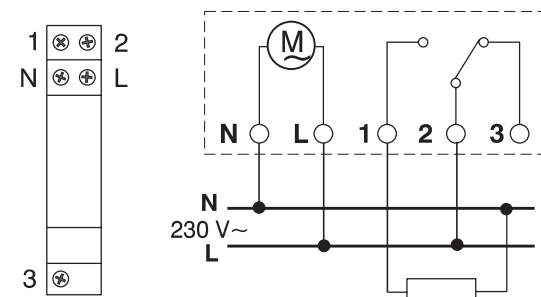

Abb. 2
- Spannungsversorgung 230V~ an die Klemmen N und L anschließen (Abb. 2)
- Zu steuernde Vorrichtung an die Klemmen 1 - 2 - 3 (Abb. 2) anschließen.